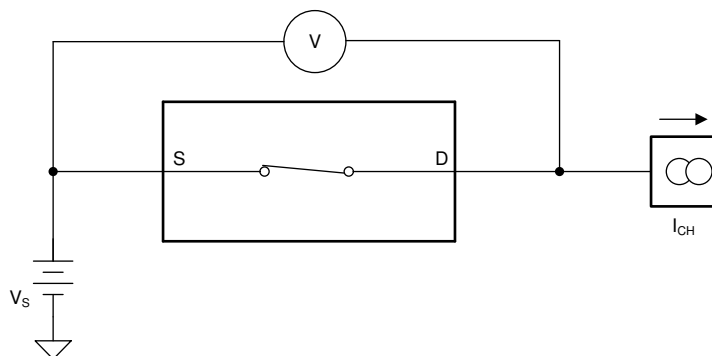

図 6-1. オン抵抗測定時の構成
TMUX6136 のオン抵抗は、デバイスのソース ピン (Sx) とドレイン ピン (D) の間の抵抗値 (Ω) です。オン抵抗は、入力電圧と電源電圧によって変化します。オン抵抗は、記号 R_{ON} を使用して示されます。 R_{ON} の測定時に使用する構成を図 6-1 示します。この設定を使用して電圧 (V) と電流 (I_{CH}) を測定し、 R_{ON} は、式 1 に示すように計算します。